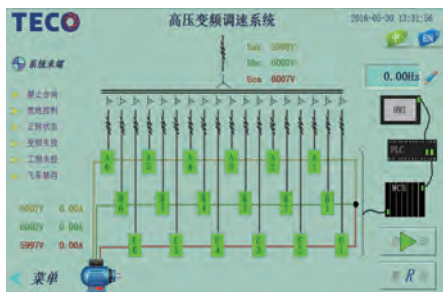

图4
- 主界面信息量最大化（图4）
- 用户操作简单、便捷（图4）